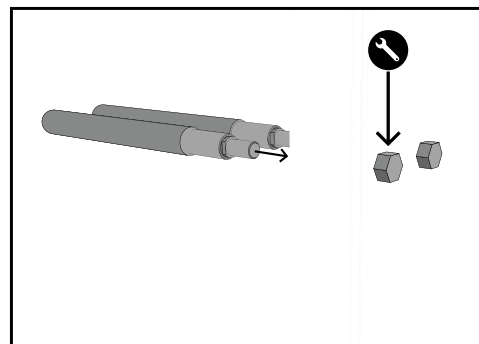

Fig. 15
1. Utilizzando una chiave da 24mm tenere nella posizione indicata nella *Fig. 15* il bullone autobloccante M16 fornito nella documentazione del prodotto e contemporaneamente avvitare dall'esterno i sostegni reggi-sella (privi di guaina in gomma).
NOTA: porre particolare attenzione nell'inserimento dei reggi-sella rispettando la sagomatura presente nella colonnina come riportato nella *Fig. 15*.